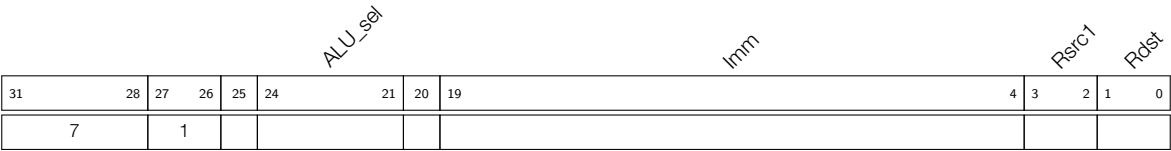

图 26-8. 指令类型 - 对指令立即值的 ALU 运算
如图 26-8 所示，当指令 [27:26] 位设置为 1 时，ALU 将对寄存器 R[0-3] 和指令 [19:4] 位存储的立即值进行运算。运算类型取决于指令的 ALU\_sel [24:21] 位，具体设置方式见表 118。
**Operand 描述** - 见图 26-8